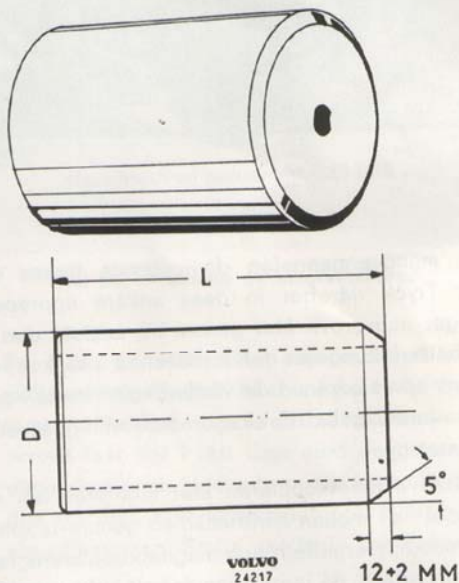

Bild 63. Pressdorn (startmotor EGD).
4. Före montering av nya fältspolar skall dessa värmas något. Placera därefter polskorna på plats i fältspolarna och skjut in dessa i statorn. Drag i polskruvarna helt lätt. Tryck i lämplig pressdorn, mått se bild 63. Lägg upp statorn i uppspänningsbocken och drag fast polskorna.